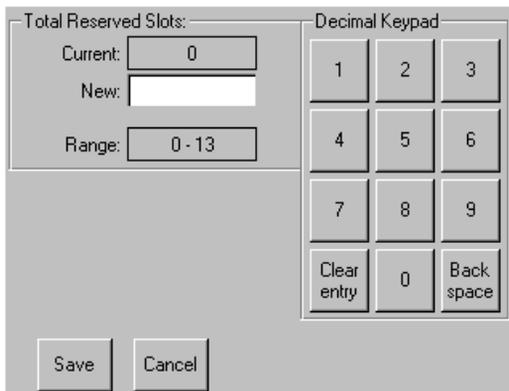

Figura 28: Pantalla del teclado numérico de las ranuras reservadas
3. Pulse el cuadro asociado situado junto a la opción **Total Reserved Slots** (Número total de ranuras reservadas). Aparecerá un teclado numérico (consulte la Figura 28).